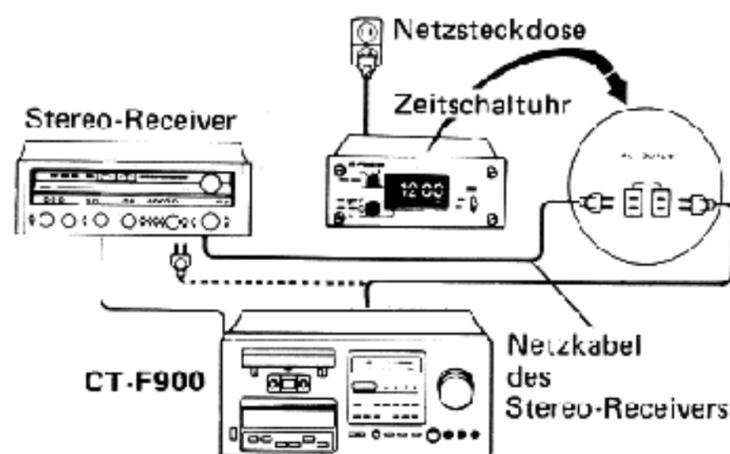

Abb. 6
1. Verbinden Sie das Netzkabel des CT-F900 gemäß Abb. 6 mit der Zeitschaltuhr. Schließen Sie außerdem das Netzkabel des angeschlossenen Stereogerätes (Receiver, Tuner, Verstärker usw.) an, so daß die Ein/Aus-Funktionen dieses Gerätes durch die Zeitschaltuhr gesteuert werden.
1. Schließen Sie das CT-F900 gemäß Abb. 6 an.